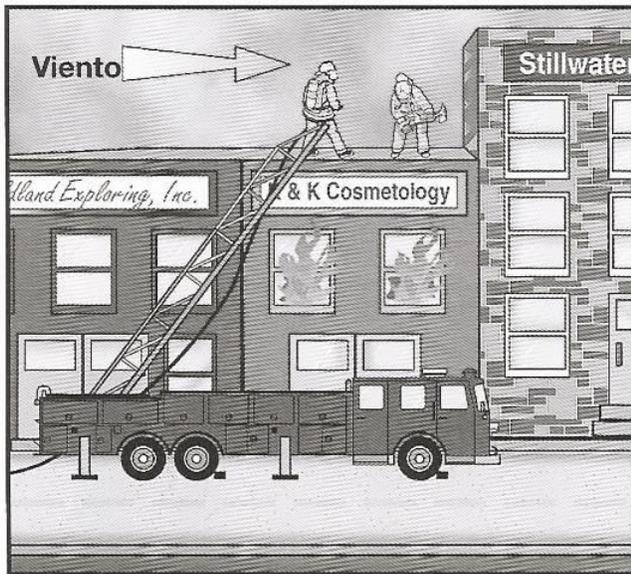

Figura 10.21 Vaya con precaución cuando ventile cerca de otra construcción que sea más alta que el edificio incendiado.
- Capacidad para proteger los exteriores antes de abrir realmente el edificio (véase la figura 10.21)